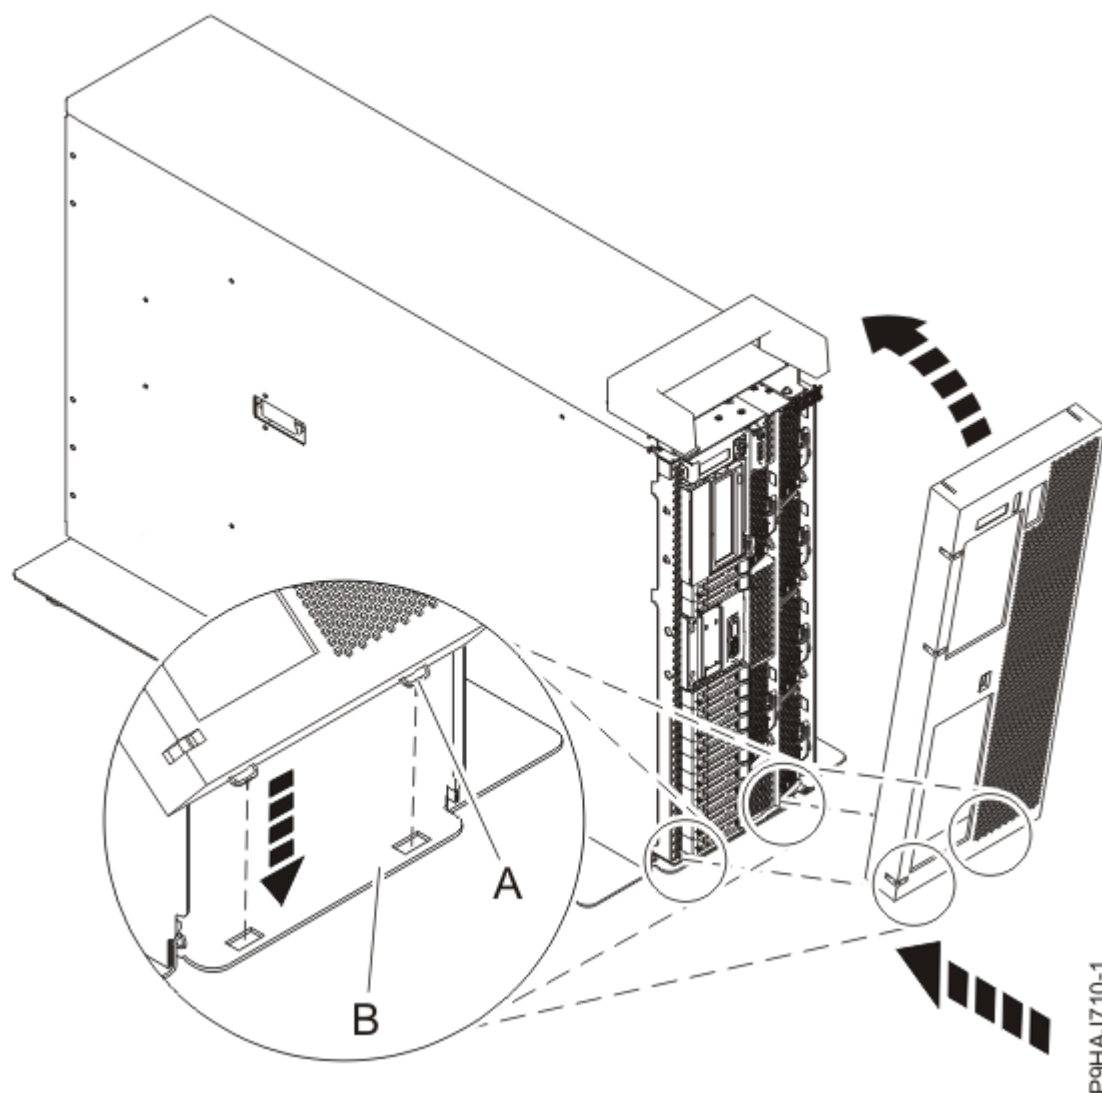

図 134. 前面カバーおよび前面ドアの取り付け
- b) 139 ページの図 134 に示すように、2 つのカバー・タブ (A) がベース・プレート (B) のスロットに収まるように、カバーを位置合わせします。